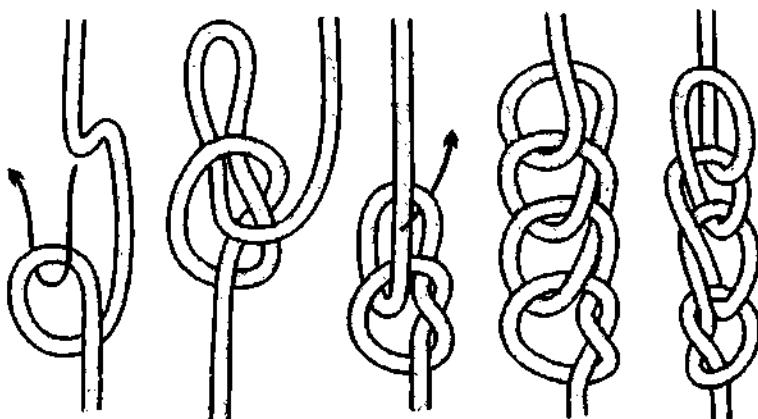

Рис. 146. Мартышкина цепочка.
*Мартышкина цепочка* легко и быстро вяжется и сильно укорачивает трос (рис. 146). Из четырёх метров верёвки может получиться один метр цепочки. Вязка цепочки начинается из *быстроразвязывающегося простого узла* или *быстроразвязывающейся восьмёрки*. В зависимости от первоначального расположения петли, рисунок вязки у *мартышкиной цепочки* может быть различный.